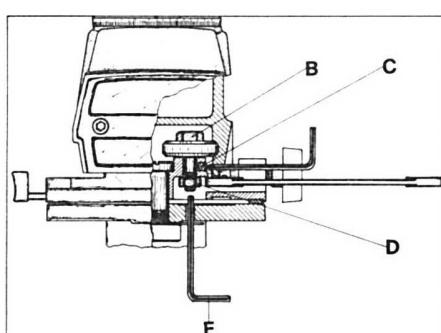

Fig. 16
1. Loosen the screw holding the pointer and tilt it till you have access to the set screw (C) (Fig. 16) on the right side of the rollerhead.
2. Loosen the set screw (C) as it locks the eccentric bearing shaft (B) in place.
3. Loosen hex jam nut (D).
4. Insert socket wrench (E) in recess at bottom of shaft and turn until the ball bearing touches the arm track on both top and bottom radii.
**CAUTION:** Do not tighten too much. Bearings should only sufficiently touch, so that they roll and do not slide. Be sure tracks are clean. 5. While holding the eccentric shaft (B) in adjusted position, with the socket wrench, tighten jam nut (D) and relock set screw (C). All three bearings should now ride smoothly the entire length of the arm tracks as these are milled perfectly parallel.
1. Allentare le viti che bloccano l'indice del carrello ed inclinare lo stesso per avere libero accesso al grano (C) (Fig. 16) che blocca il perno eccentrico del cuscinetto.
2. Allentare il grano (C) che mantiene fissa la posizione del perno eccentrico (B), per mezzo della chiave a barra.
3. Allentare il dado del perno eccentrico (D).
4. Introdurre la chiave esagonale (E) nell'estremità inferiore del perno eccentrico del cuscinetto e ruotare in modo che la ralla esterna del cuscinetto tocchi correttamente sulla guida.